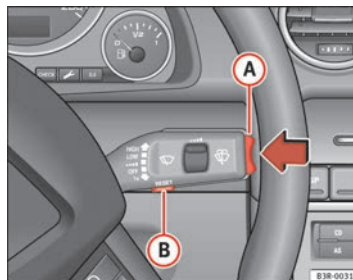

Abb. 58 Scheibenwischerhebel: Funktionswahlschalter
- Drücken Sie den Funktionswahlschalter im Scheibenwischerhebel **(A)** ⇒ **Abb. 58** oben bzw. unten, um den eingestellten Wert zu verändern. Die Werte laufen in Schritten von 10 km/h auf bzw. abwärts.
- Drücken Sie die Reset-Taste im Scheibenwischerhebel **(B)** ⇒ **Abb. 58** solange, bis im Display das durchgestrichene Geschwindigkeitswarnsymbol der Warnschwelle 2 erscheint.